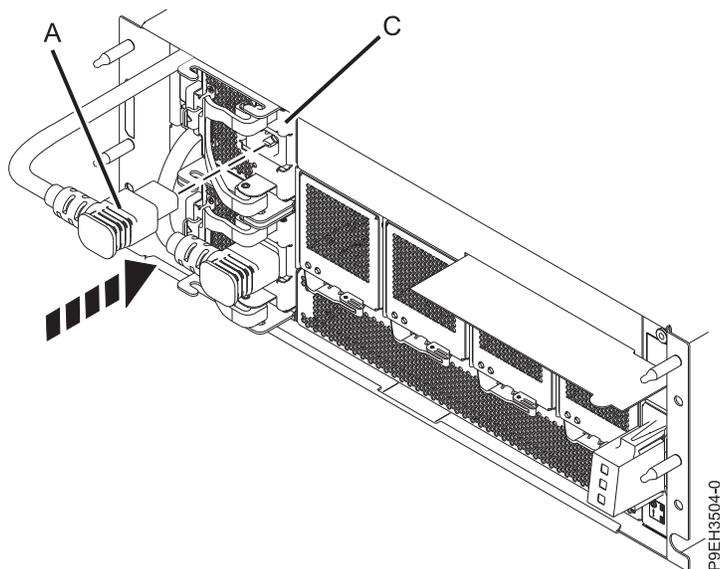

Figura 7. Conexión del cable de alimentación a la fuente de alimentación en el cajón de expansión PCIe3 EMX0
4. Conecte el cable de alimentación (A) en la fuente de alimentación (C), tal como se muestra en la Figura 7.